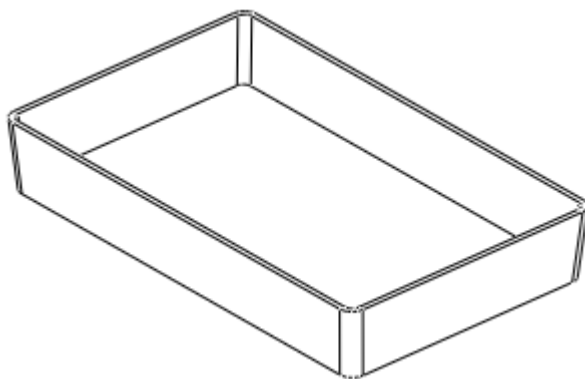

图 46-13
(3) 单击  按钮, 完成壳特征的建立, 如图 46-13 所示。